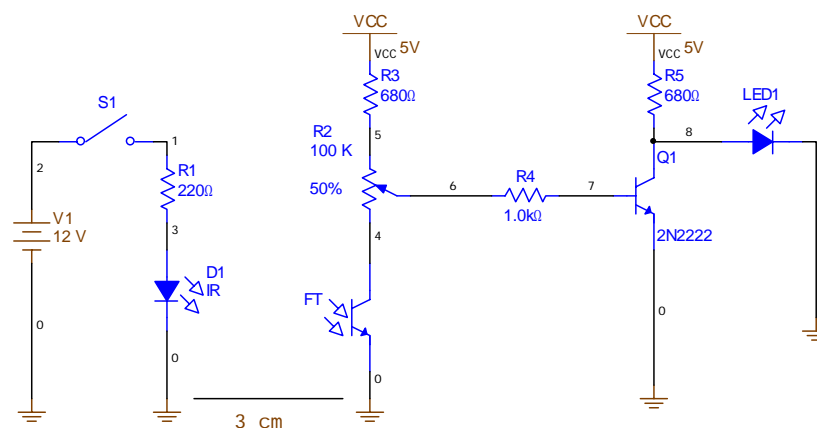

Figura 4.
a) Construya el circuito que se muestra en la figura 4.